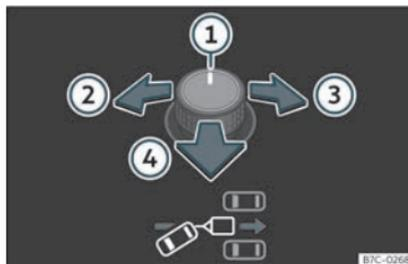
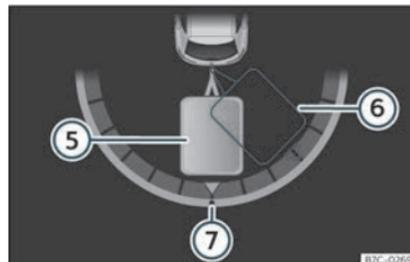

Fig. 188 Commande rotative des rétroviseurs extérieurs : régler l'angle de la remorque.
Fig. 189 Afficheur du combiné d'instruments : passer en marche arrière
Légende de la **fig. 188**, >>> **fig. 189** :
- Faites basculer la commande rotative jusqu'à la direction voulue **>>>** **fig. 188**. L'écran du combiné d'instruments affiche à titre d'information une représentation de l'ensemble du véhicule tracteur et de la remorque dans sa position actuelle **>>>** **fig. 189**.